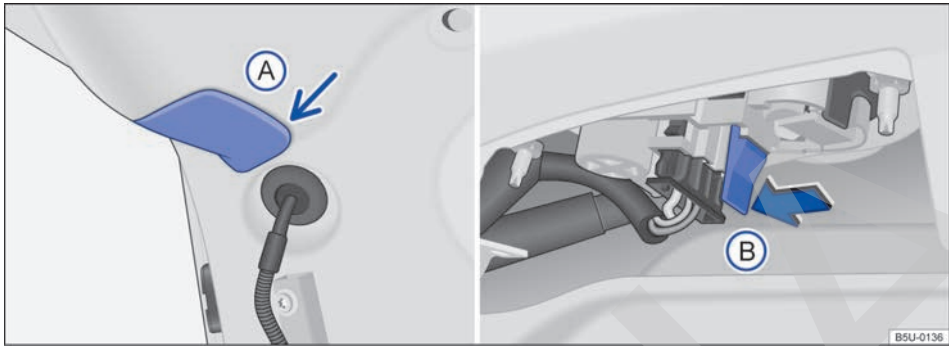

Fig. 180 En la tapa del compartimento de equipaje: remover la cobertura y soporte de las lámparas.
3. Con el auxilio de una llave con hendiduras, remover cuidadosamente la cobertura (A) ⇒ fig. 180 en la tapa.
4. Para destrabar el soporte de las lámparas, presionar la lengüeta de bloqueo (B) ⇒ fig. 180 y tirar del soporte de las lámparas hacia afuera.